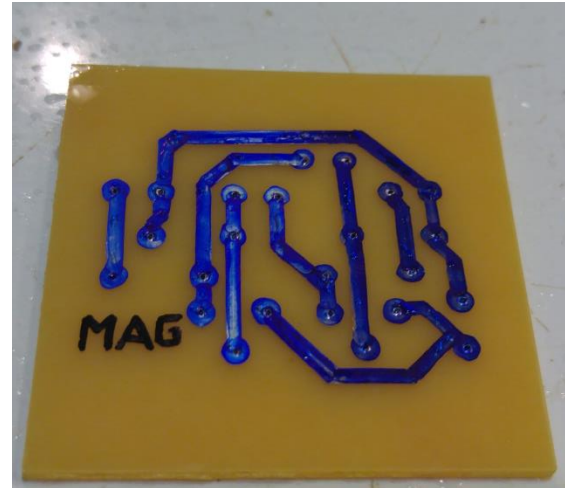

Fig. 12: PCB después del ataque ácido
18. Neutralizar la acción del ácido, con jabón común o solución de $\text{NH}_3 + \text{H}_2\text{O}$ (amoníaco + agua) en relación 5/100. Fig. 12